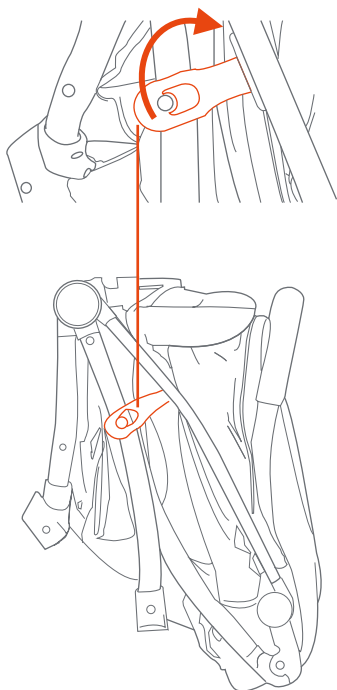

Fig. 1a
- 1) • Destrahe la palanca de liberación. (Fig. 1a)